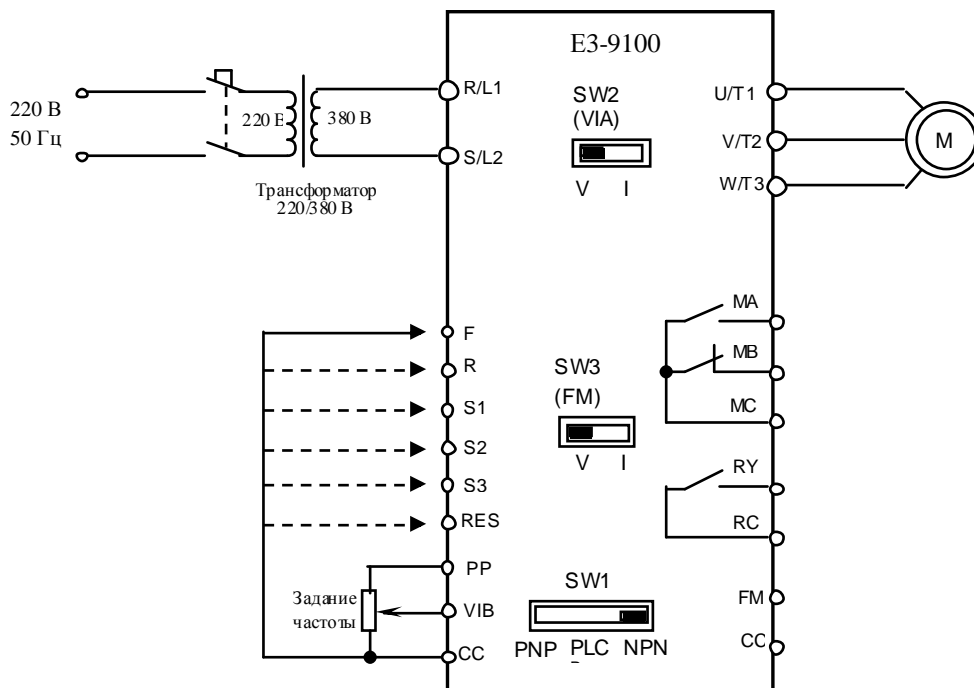

Рис. 4.12. Диагностика цепей управления E3-9100
4.11.1. Подключить электродвигатель к выходным клеммам U/T1, V/T2, W/T3 (рис. 4.12).